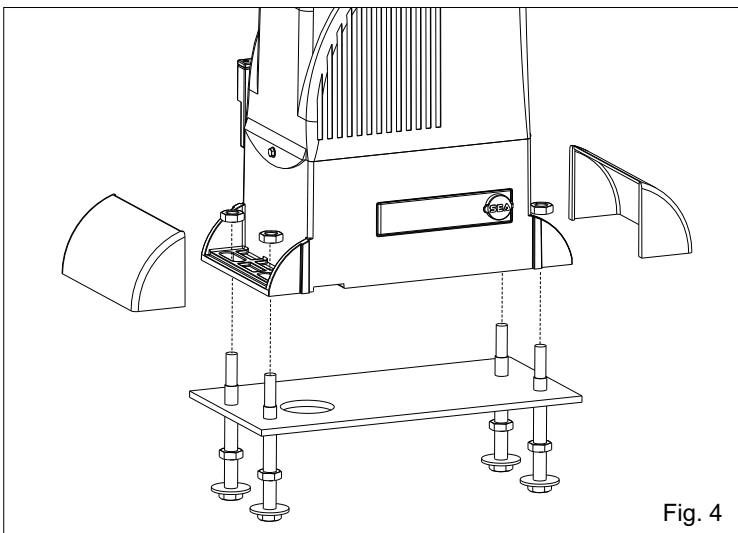

Fig. 4
**4.1.** Fijar el motorreductor a la placa de fundación regulando la posición lateral y su altura (Fig. 4 - Fig. 5) para respetar las cotas mencionadas en Fig. 2.